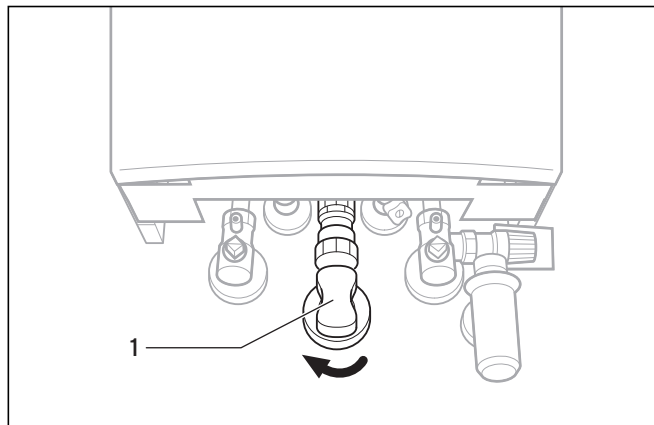

Fig. 2.1 Fermeture du robinet d'arrêt du gaz (VC 146, VC 206 et VC 276) ; exemple : Installation encastrée
- Fermer le robinet d'arrêt du gaz (1, fig. 2.1, 2.2) sur l'appareil !